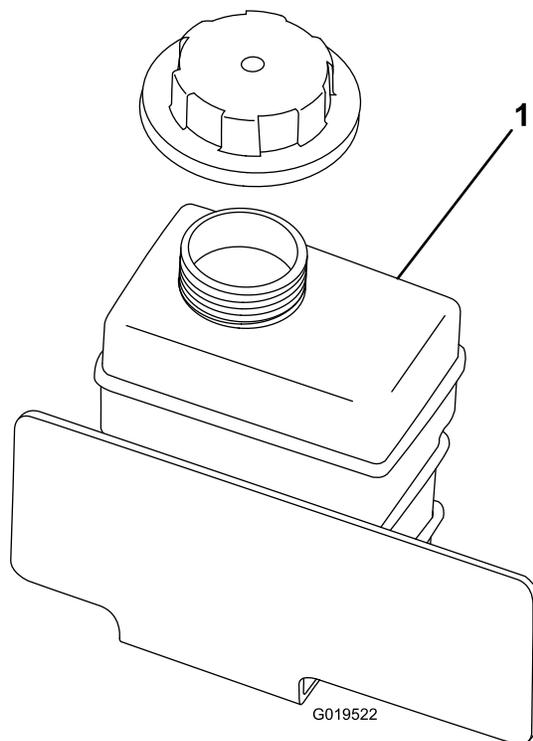

図 17
2. 冷却液タンクで、液量を点検する（図 17）。補給口の首の根元まであれば適正である。